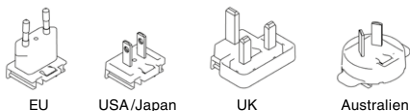
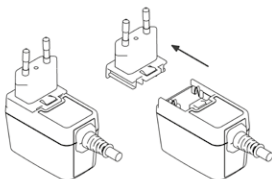

Fig. 3
Fig. 4
Den primære, landespecifikke adapter til strømforsyningen (4) kan udskiftes, hvilket gør international brug mulig. Fig. 3 og fig. 4 beskriver proceduren for udskiftning af stikket.